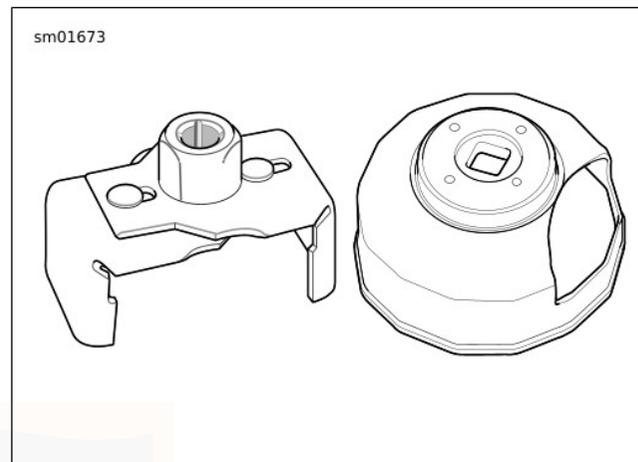

Figura 41. Llaves para filtro de aceite
4. Vea Figura 41. Extraiga el filtro de aceite usando la LLAVE PARA FILTRO DE ACEITE (PIEZA N.º: HD-42311) o la LLAVE PARA FILTRO DE ACEITE (PIEZA N.º: HD-44067). De la superficie limpie cualquier material del soporte del filtro de aceite que haya dejado la junta vieja.